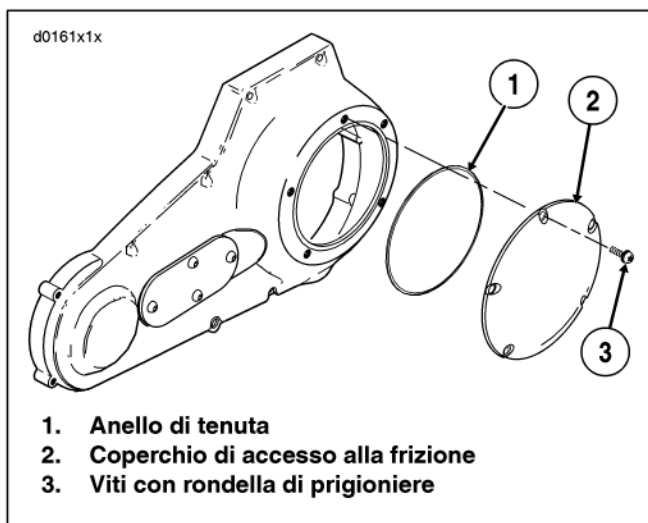
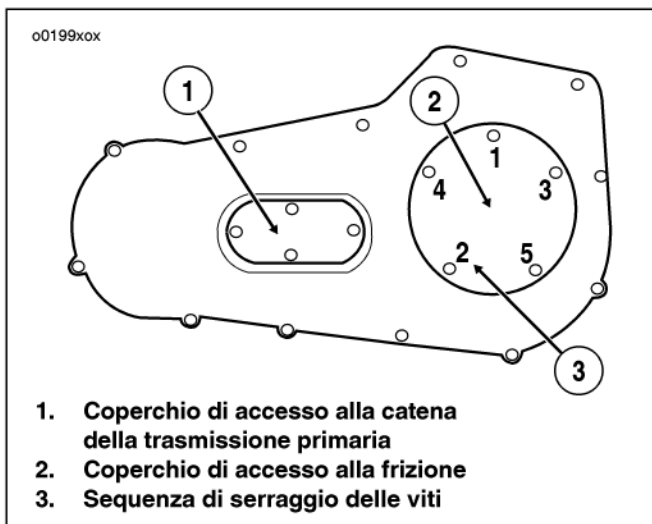

Figura 53. Coperchio della frizione
Figura 57. Coperchio del carter della catena della trasmissione primaria
2. Vedere la Figura 53. Estrarre le cinque viti (3) con le rondelle di prigioniere per staccare il coperchio di accesso alla frizione (2) dal coperchio del carter della catena della trasmissione primaria.
5. Collocare l'anello di tenuta (1) nel coperchio del carter della catena e montare il coperchio di accesso alla frizione.
6. Vedere la Figura 53. Attaccare il coperchio di accesso alla frizione mediante cinque viti (3) (con rondelle di prigioniera). Serrare a una coppia di 9,5-12,2 N·m (84-108 pollici-libbre). Attenersi alla sequenza di coppia riportata nella Figura 57.
3. Vedere la Figura 53. Estrarre le cinque viti (3) con le rondelle di prigioniera per staccare il coperchio di accesso alla frizione (2) dal coperchio del carter della catena della trasmissione primaria.
7. Vedere la Figura 53. Collocare l'anello di tenuta (1) nel coperchio del carter della catena e montare il coperchio di accesso alla frizione (2).
8. Attaccare il coperchio di accesso alla frizione mediante cinque viti (con le rondelle prigioniere). Serrare a una coppia di 9,5-12,2 N·m (84-108 pollici-libbre). Serrare alternativamente le viti secondo la sequenza mostrata nella Figura 57.
3. Vedere la Figura 57. Sul lato sinistro del veicolo, estrarre le quattro viti T27 TORX con le rondelle piatte per liberare il coperchio di accesso della catena della trasmissione primaria dal coperchio del carter della catena della trasmissione primaria